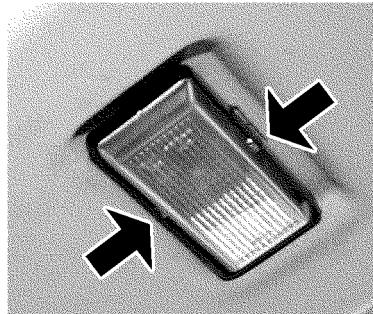

Рис. 9.48. Плафоны освещения салона
**Плафоны освещения салона.** Для замены ламп плафонов освещения салона аккуратно с боков нажмите на рассеиватель (рис. 9.48) и снимите его.